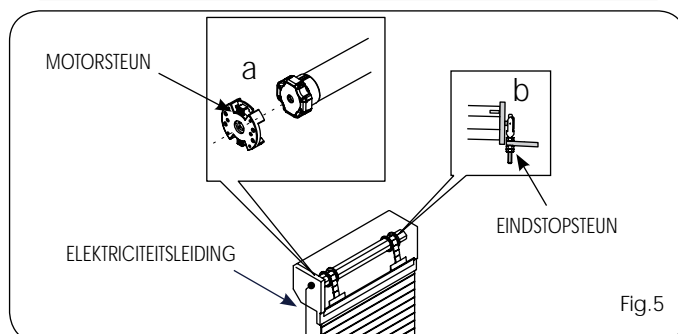

Fig.5
5) Duw de gemotoriseerde as met een lichte druk in de motorsteun (Fig.5 ref.a), en op de steun van de eindstop (Fig.5 ref.b), zodat de stelschroeven van de eindschakelaar te bereiken zijn.